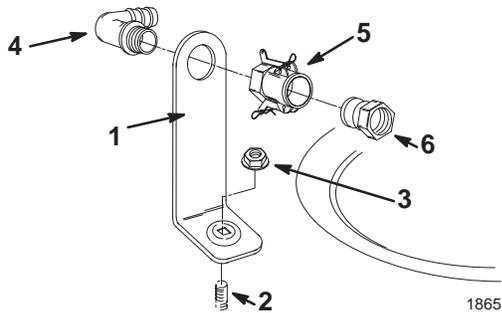

Bild 2
1. Nehmen Sie die Gummikappe vom Bolzen am Behälterriemen ab (Bild 2).
2. Setzen Sie die Füllanschlusshalterung auf den Bolzen auf und befestigen Sie sie mit einer Bundmutter (5/16 Zoll) (Bild 2).
3. Stecken Sie das Gewindeende des 90 Grad Anschlussstücks durch die Halterung, schrauben Sie die Schnellkupplung auf und befestigen Sie sie an der Halterung (Bild 2).
4. Montieren Sie den Schlauchadapter auf der Schnellkupplung (Bild 2).